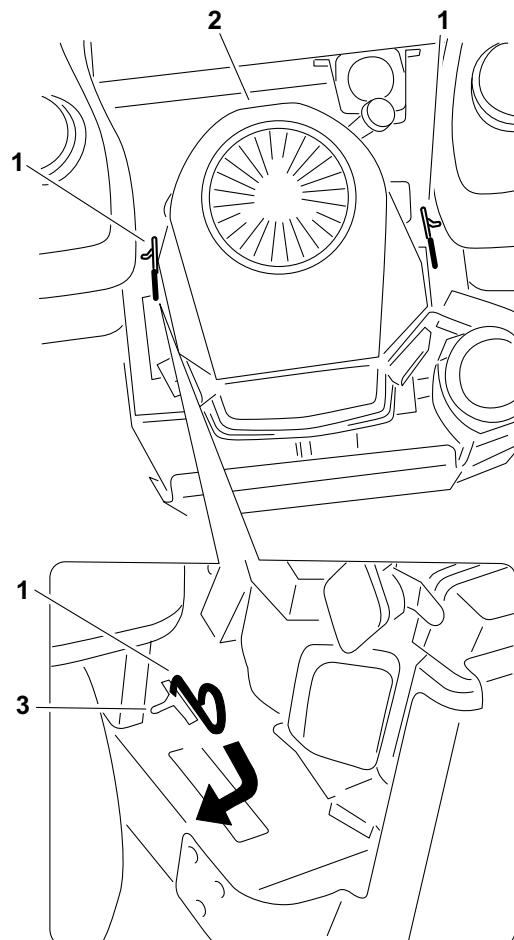

Bild 20
3. Ziehen Sie die beiden Sicherheitshebel nach hinten und drücken Sie die Hebel dann nach außen, um sie zu arretieren (Bild 20).
Drücken Sie jeden Sicherheitshebel nach innen und drücken Sie diese dann nach vorne (Bild 20).